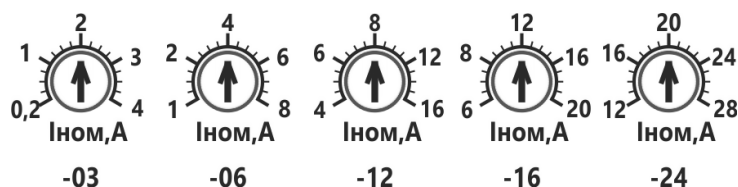

Рисунок 5 Диапазоны настройки **Ином** для моделей 3А, 6А, 12А, 16А, 24А
1.7.2 Номинальный ток электродвигателя **«Ином, А»** используется для функции электронной тепловой защиты электродвигателя (см. таблицу 8, код защиты АЗ), а также в качестве базового для настройки **«Иоткл, %»**, **«Ипуск, %»**, **«Итрм, %»**. Диапазоны настройки потенциометров для исполнений по току БСТ2-...-03, -06, -12, -16, -24 приведены на рис.5.